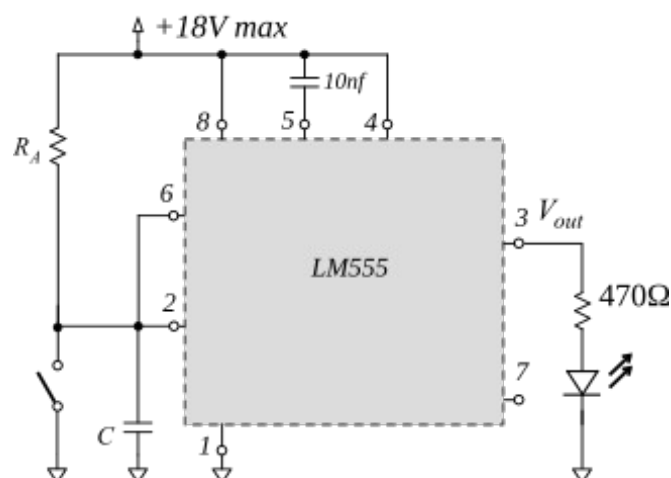

Figura 11: Generador de pulso retardado
- Armar un Oscilador Controlado por Voltaje (VCO) usando un 555. Para ello, usar la entrada 5 del integrado: Esta pata permite incidir sobre el divisor de voltaje $\frac{2}{3}$ de la entrada Threshold. (LOS VOLTAJES APLICADOS SOBRE ESTE PIN DEBEN ESTAR ENTRE 0 Y V_{CC} !!!). Al aplicar voltaje sobre esta pata, se puede variar los tiempos de la dinámica excitable independientemente del RC . En el modo astable, este voltaje se puede variar entre 1.7V y V_{CC} . Para obtener un voltaje controlable, la sugerencia es alimentar a la pata 5 a través de un divisor de voltaje conectado entre V_{CC} y GND (CONSULTAR A LOS DOCENTES). Evaluar el rango útil de variación de la frecuencia. [si esta pata se conecta a una señal externa, de tensión variable, la salida del modo astable es de frecuencia modulada (FM)]
- Configurar el 555 para generar un evento retardado. Estudiar el circuito de la figura 11. Analizar la dependencia del tiempo de retardo con $R_A C$.